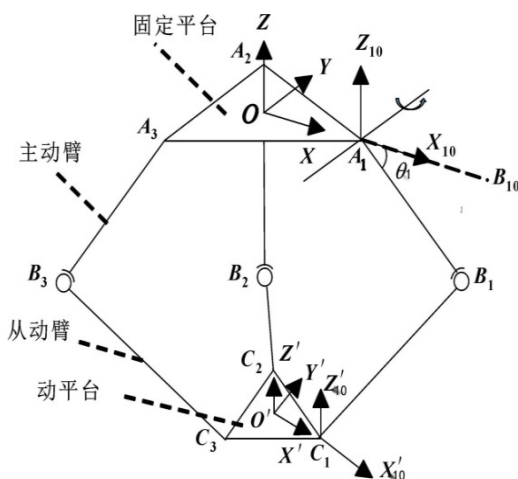

图 2 Delta 并联机械手机构简图
为了研究问题方便，图 2 给出了 Delta 并联机械手机构简图。静坐标系  $O-XYZ$ ，原点  $O$  位于静（固定）平台正三角形  $\Delta A_1 A_2 A_3$  的半径为  $R$  外接圆的圆心， $A_i$  ( $i=1, 2, 3$ ) 表示旋转关节， $OX$  轴过  $A_1$ ， $OZ$  轴垂直于固定平台， $OY$  轴方向由右手法则确定。动坐标系  $O'-X'Y'Z'$  原点  $O'$  位于动平台正三角形  $\Delta C_1 C_2 C_3$  的半径为  $r$  外接圆的圆心，坐标轴建立方法与固定平台一致。 $B_i$  ( $i=1, 2, 3$ ) 表示球铰， $A_i B_i$  表示主动臂，长度为  $L_1$ ； $B_i C_i$  表示从动臂，长度为  $L_2$ ； $\theta_i$  ( $i=1, 2, 3$ ) 表示主动臂输出角度；坐标系  $O_{i0}-X_{i0}Y_{i0}Z_{i0}$  认为是绕任意  $K$  轴旋转  $\theta_i$ ，再相对坐标系  $O-XYZ$  移动。
**问题 4** 动平台为一般情况时，如图 2 机构简图，建立 Delta 并联机械手运动学模型，即在静坐标系  $O-XYZ$  中，建立主动臂输出角度  $\theta_i$  ( $i=1、2、3$ ) 与动平台几何中心的位置坐标之间的对应关系；进一步，设参数  $R=135\text{mm}$ 、 $r=40\text{mm}$ ， $L_1=180\text{mm}$ 、 $L_2=500\text{mm}$ ，(1) 表 3 给定了主动臂输出角度，求解相应动平台几何中心的位置坐标；(2) 表 4 给出了动平台几何中心的位置坐标，确定相应主动臂输出角度；(3) 为了避免杆件之间不必要的碰撞发生以及杆件和静、动平台之间干涉现象的出现，将主动臂输出角度限制在  $[-0.785\text{ rad}, 1.395\text{ rad}]$ ，给出动平台几何中心的位置坐标可移动的最大坐标空间。